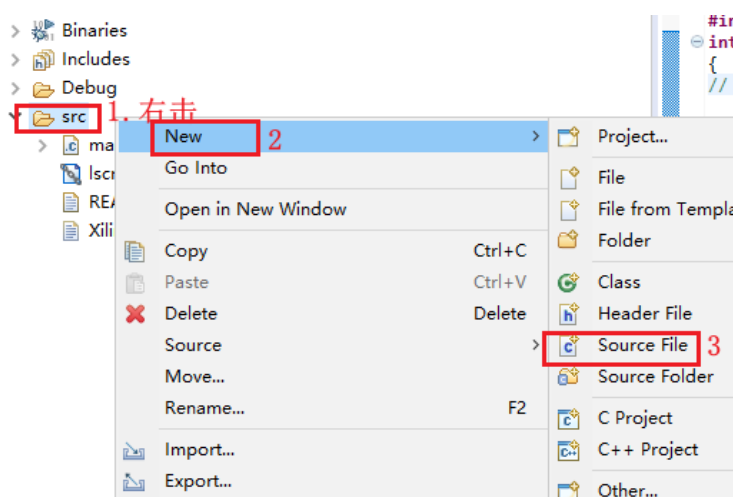

图 1-16 新建源文件
4. src 文件夹下，新建一个源文件，如下图 1-16 所示，然后在弹出的界面中给文件命名为 main.c。